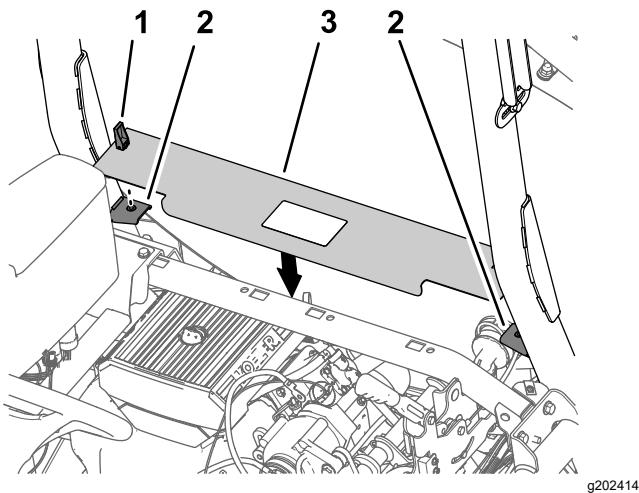

Figura 104
1. Alinee los cierres del panel de acceso del motor con los casquillos de los soportes del panel en la barra antivuelco (Figura 104).
2. Monte el panel en los soportes (Figura 104).
3. Gire las palancas de los cierres hacia abajo para sujetar el panel a los soportes (Figura 104).